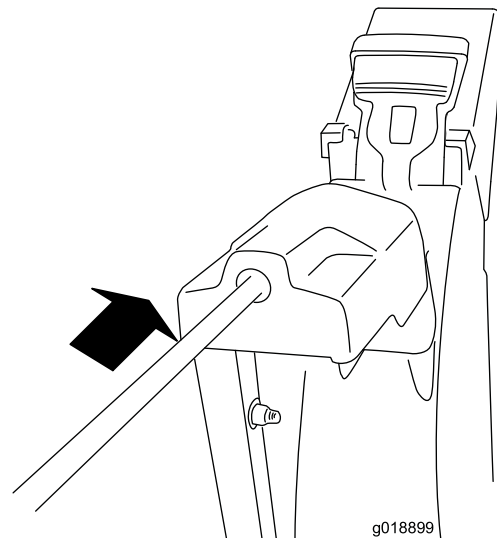

Figure 10
2. Insérez l'avant de la tige dans l'ouverture au dos du couvercle du secteur denté de la goulotte jusqu'à ce qu'il glisse dans le secteur denté (Figure 10).